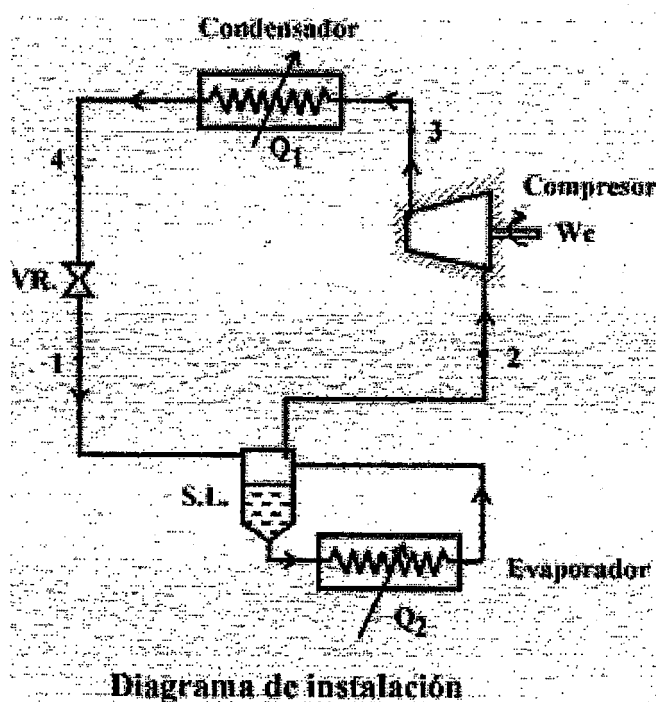

Figura 13.8
Debemos asegurarnos que en el compresor ingrese en el punto (2) vapor saturado, para ello se introduce un elemento (llamado separador de líquido S.L.) entre el evaporador y el compresor (ver figura 13.8).